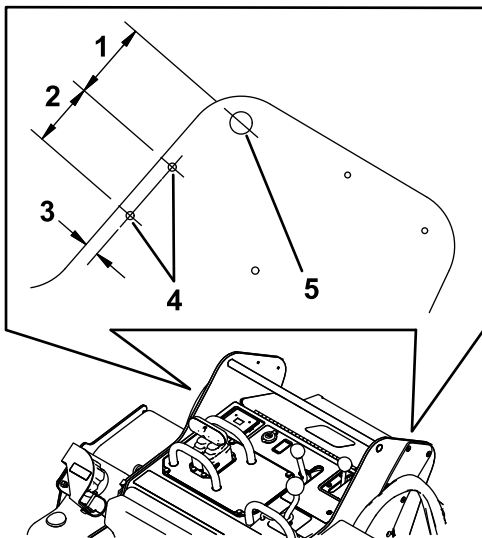

Figura 6
1. Măsurai de la marginile cadrului, aa cum este ilustrat în Figura 6 i marcai locaiile orificiilor pentru montarea consolei scutului.